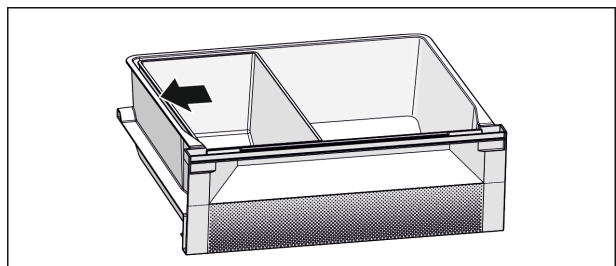

Fig. 6
- Posisjoner Fish & Seafood-skålen. Med avbildet posisjon får du en optimal kjølefunksjon (se Fig. 6).